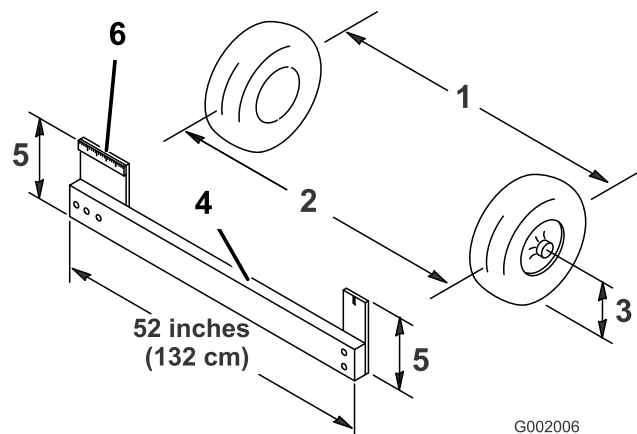

図 60
- 前輪の前と後ろで、左右のタイヤの中央線間距離を測る；計測はアクスルの高さで行う（図 60）。前輪の後ろで、アクスルの高さで測定を行うには市販または手製のトーイン測定器が必要となる。前後の計測とも同じ道具を使用し、アクスルの高さで正しく測定すること（図 60）。